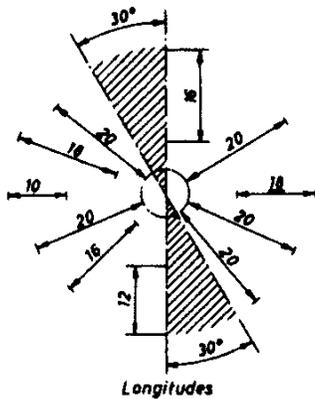

Fig. 45
□ Como ya hemos visto al comentar los números de cota, éstos deben leerse desde abajo o desde la derecha cuando se mantiene el dibujo o plano en su posición de fabricación. Se evitará en lo posible acotar dentro del espacio de ángulo rayado de 30° y siempre encima de la línea de cota. Longitudes (**Fig. 45**). Ángulos (**Fig. 46**).